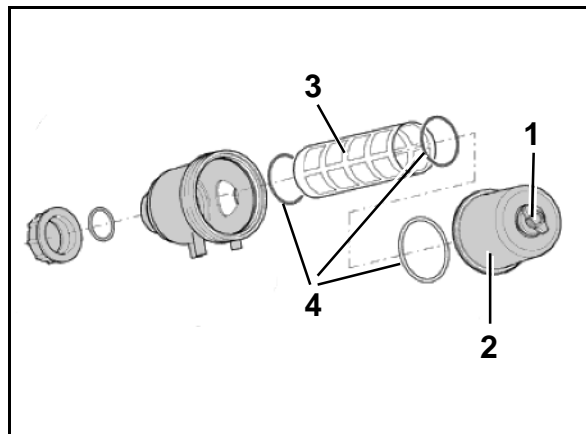

Fig. 228
Reinigen Sie den Saugfilter (Fig. 228) täglich nach dem Spritzbetrieb.
4. Die Flügelschraube (Fig. 228/1) am Saugfilter lösen.
5. Filterbecher (Fig. 228/2) unter leichter Rechts- und Linksdrehung abziehen.
6. Filtereinsatz (Fig. 228/3) herausziehen und mit Wasser reinigen.
7. Kontrollieren Sie die O-Ringe (Fig. 228/4) auf Beschädigungen.
Achten Sie auf den korrekten Einbau der O-Ringe (Fig. 228/4).